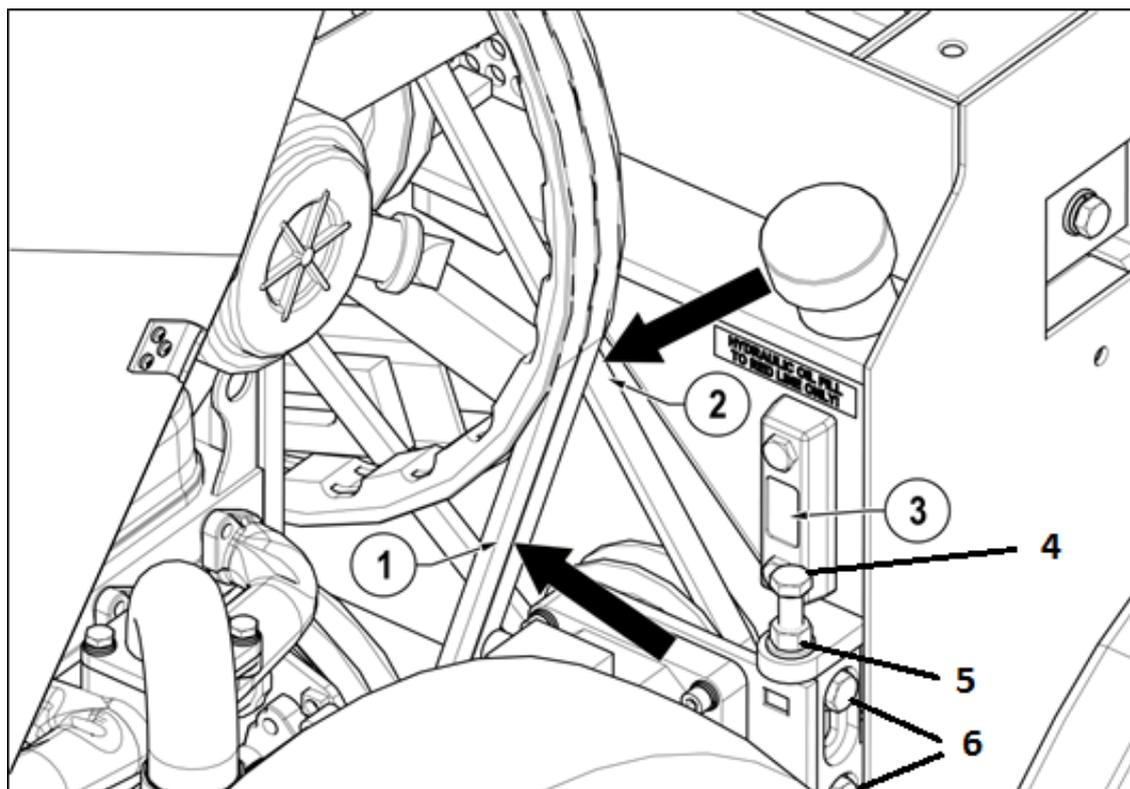

Abbildung 17
Alle Antriebsriemen befinden sich unter der Motorabdeckung, siehe Abbildung 13 und Abbildung 14. Prüfen Sie die Spannung an den mit den Pfeilen dargestellten Positionen, siehe Abbildung 17. Prüfen Sie die Spannung und stellen Sie sie wie folgt ein:
1. Lockern Sie die Klemmschraube(n) oder Mutter (6).
2. Bei der Hydraulikpumpen-Einstellschraube muss die Sicherungsmutter gelockert werden (5).
3. Drehen Sie die Einstellmutter oder -schraube (4) und spannen Sie den Riemen, bis eine Spannung von 4,5 kg die längste Spanne in der Mitte um 6 mm ablenkt (siehe Abbildung 17). Kann durch festes Greifen des Riemens zwischen Finger und Daumen und durch Verdrehen angeglichen werden. Der Riemen sollte sich um nicht mehr als 90° drehen können.